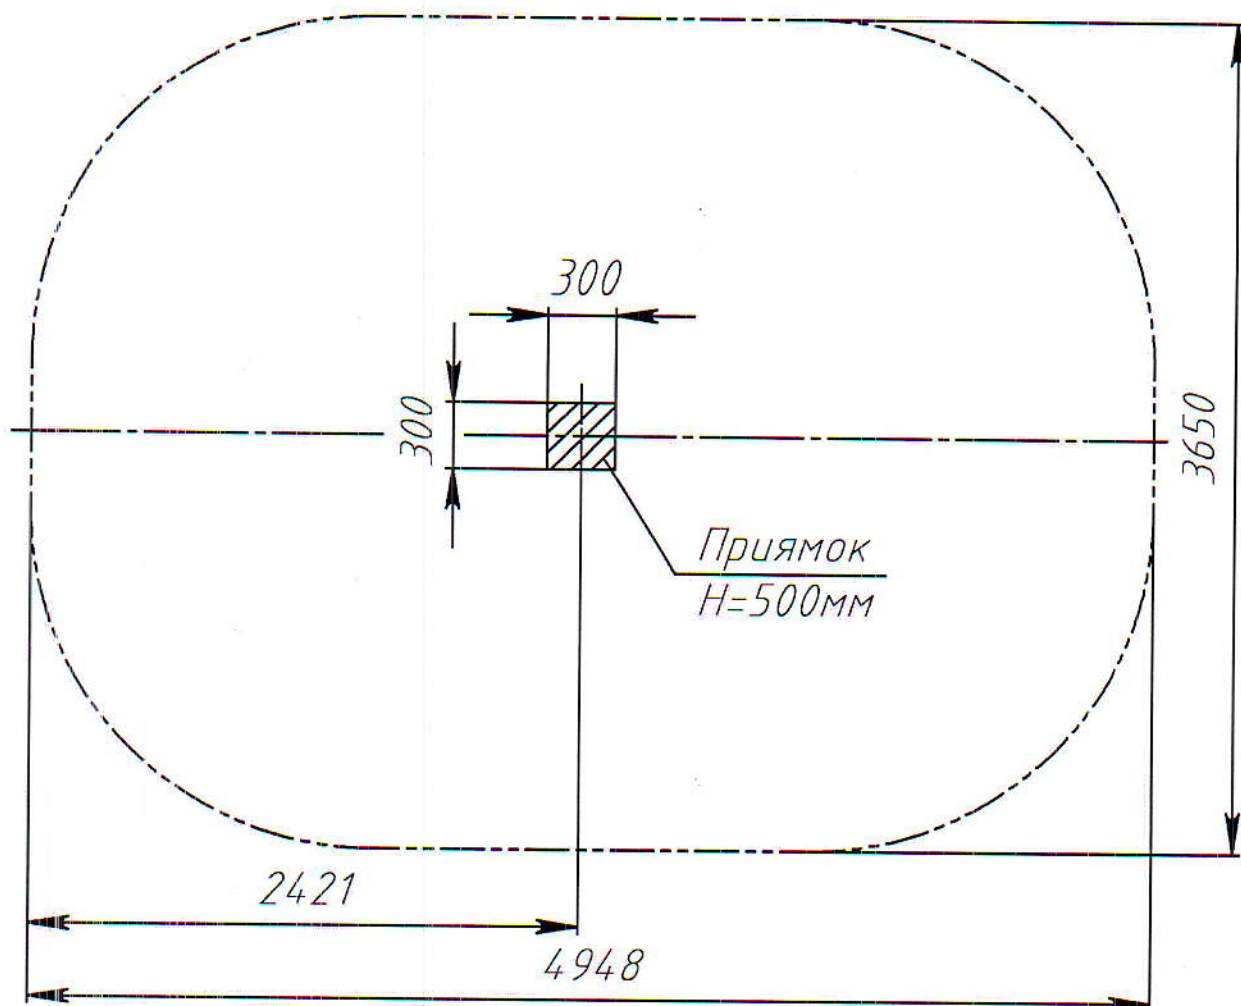

Рис.3 План фундаментного прямка тренажера РТР 509Т
3.6. Монтаж тренажера заключается в бетонировании фундаментного блока 4 и закреплении на нем стойки 1. Фундаментный приямок выполнить в соответствии с планом фундамента (рис. 3).